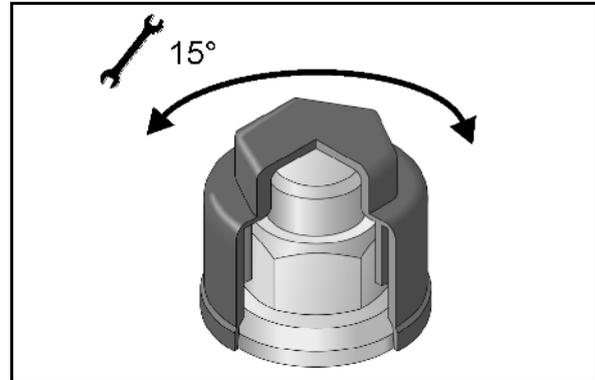

Fig. 179
- S'assurer que le cric (Fig. 179/1) est bien positionné sur la douille.